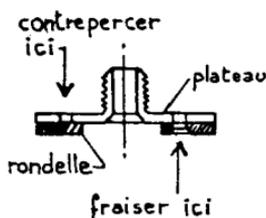

Fig. 10
* Contrepercer 4 trous (au même \varnothing) dans la rondelle de fer. Bien immobiliser les deux pièces ensemble, en les centrant. Fraiser ces 4 trous avec une mèche de \varnothing légèrement supérieur aux têtes de vis, du côté opposé (fig. 10).